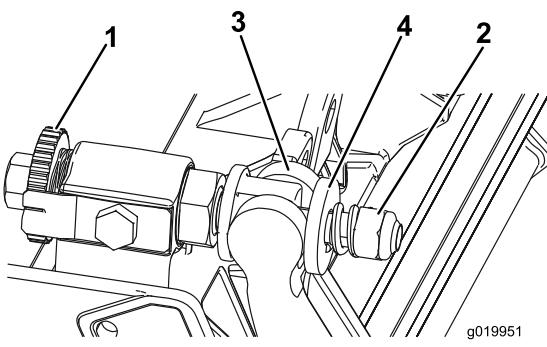

図25
1. ベッドバー調整ねじを左に回してベッドナイフとリールの接触をなくす図25。
2. スプリングテンション・ナットをゆるめて、ワッシャがベッドバーを全く押さないようにする図25。